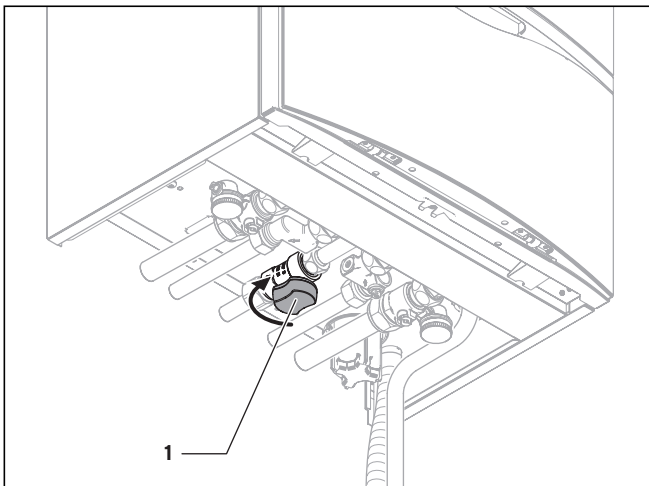

Abb. 2.1 Gasabsperrhahn schließen
- Gasabsperrhahn schließen (siehe Abb. 2.1).
- Schließen Sie bei Undichtigkeiten im Warmwasserleitungsbereich zwischen Gerät und Zapfstellen sofort das Kaltwasser-Absperrventil (siehe 1, Abb. 2.1).